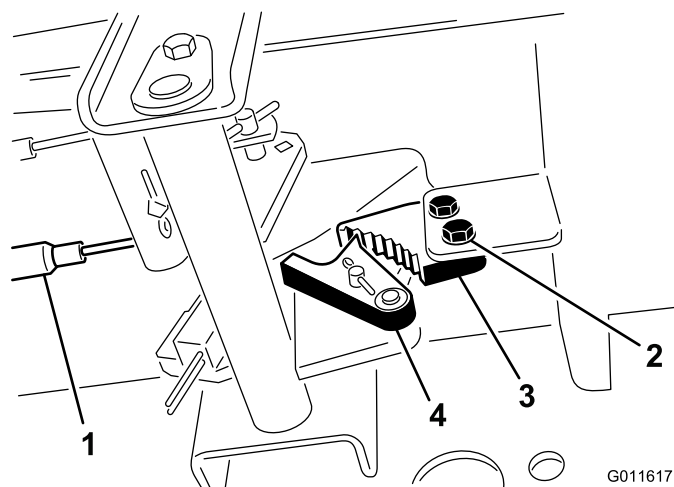

Figura 71
1. Solte os 2 parafusos que prendem a lingueta do travão de estacionamento à estrutura (Figura 71).
2. Carregue no pedal do travão para a frente até o detentor do estacionamento engatar completamente na lingueta do travão (Figura 71).